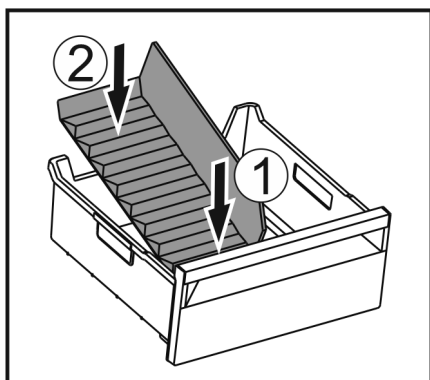

Fig. 100
- Inserire la parte anteriore del divisore dello scomparto del ghiaccio. Fig. 100 (1)
- Abbassare la parte posteriore del divisore dello scomparto del ghiaccio fino al fondo del cassetto. Fig. 100 (2)